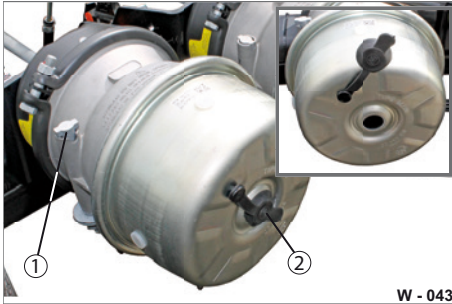

Abb. 43 Federspeicher-Membranzylinder
Die Löseschraube (Abb. 43/1) ist im Fahrzeugzustand des Anhängers in einer hierfür vorgesehenen Lagerung befestigt.
Die Verschlusskappe (Abb. 43/2) schließt die Bohrung am Deckel des Federspeicher-Membranzylinders.
- ▶ Befestigen Sie die Löseschraube am Membranzylinder in der hierfür vorgesehenen Lagerung (siehe Abb. 43).
- ▶ Verschließen Sie die Bohrung mit der Verschlusskappe (Abb. 43/2).